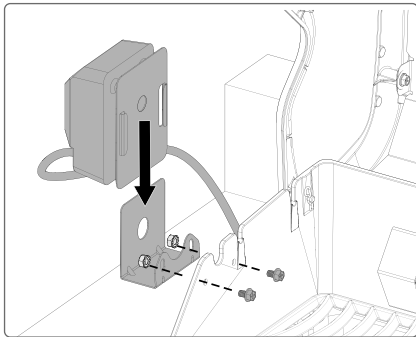

Abb. 3
1. Montieren Sie den Drehspießmotor an der Seite des Grills mit den Montagehalterungen. Einige Modelle verfügen über eine vormontierte Halterung (**Abb. 3**).
2. Sobald die Halterung am Grill befestigt ist, schieben Sie den Drehspießmotor auf die Halterung (**Abb. 3**).